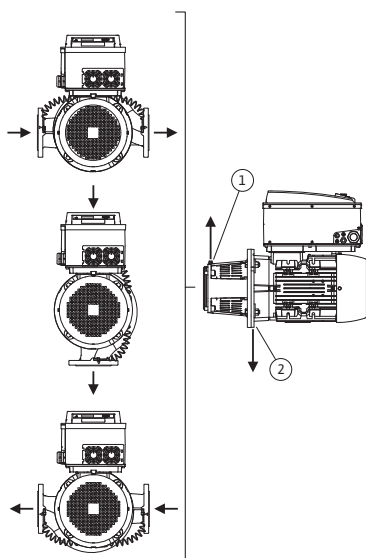
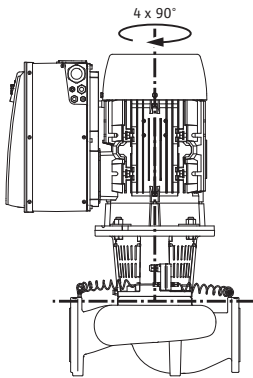

Fig. 18: Tillåtna monteringslägen med horisontell motoraxel
Fig. 19: Tillåtna monteringslägen med vertikal motoraxel
De tillåtna monteringslägena med horisontell motoraxel och elektronikmodul uppåt ( $0^\circ$ ) visas i Fig. 18. De tillåtna monteringslägena med sidmonterad elektronikmodul ( $\pm 90^\circ$ ) syns inte på bild. Alla monteringslägen utom "elektronikmodul nedåt" ( $-180^\circ$ ) är tillåtna. Avluftning av pumpen garanteras endast om avluftningsventilen pekar uppåt (Fig. 18, pos. 1).
Endast i denna position ( $0^\circ$ ) kan det kondensat som bildas föras bort via ett tillgängligt hål, en pumplanterna och en motor (Fig. 18, pos. 2).
- Avluftningsventilen på lanternan (Fig. 6, pos. 1.31) måste alltid vara riktad uppåt vid en horisontell motoraxel (Fig. 6a och Fig. 6b). Vid en vertikal motoraxel är alla riktningar tillåtna. Se även Fig. 18: „Tillåtna monteringslägen med horisontell motoraxel“ på sidan 25 resp. Fig. 19: „Tillåtna monteringslägen med vertikal motoraxel“ på sidan 26.
- På horisontella motoraxlar måste kondensathålen peka nedåt (Fig. 18, pos. 2). Vrid motorn vid behov tills detta uppnås.